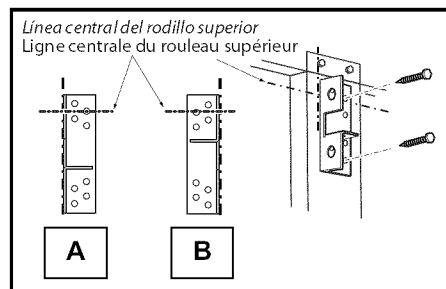

FIG. 2-8 **Ejemplos de colocación del soporte de la puerta.**
- Alinee el soporte de la puerta centrado en su línea central vertical (Fig. 2-8).
- Aligner le support de la porte centré sur votre ligne centrale verticale (Fig. 2-8).